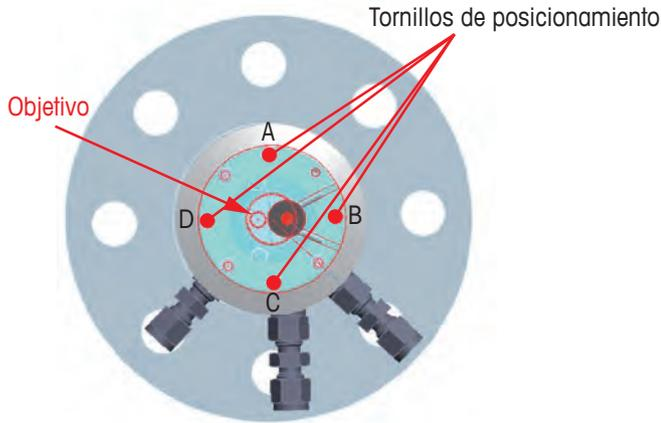

Figura 20 Ubicación de los tornillos de posicionamiento del rayo.
Con independencia del procedimiento de posicionamiento del rayo que se utilice, su ajuste se consigue mediante una configuración sencilla de los cuatro tornillos de ajuste del rayo láser (Figura 20 en la página 50). Estos tornillos están embutidos en el conjunto de la brida del cabezal TDL.
La herramienta de posicionamiento del puntero láser está instalada en la brida de montaje del cabezal TDL, tal y como se muestra en la Figura 20 en la página 50
- 2 Afloje los cuatro tornillos de posicionamiento del rayo láser (consulte la Figura 20 en la página 50).
<p>2 Afloje los cuatro tornillos de ajuste del posicionamiento del rayo láser (consulte la Figura 20 en la página 50).</p>